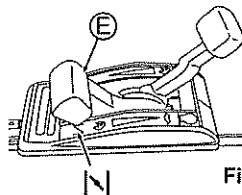

Fig. 10.
- 3 Placez la Manette des gaz (E) sur la position Obturation "N". (Voir Fig. 10.) (Vous pouvez démarrer le moteur en plaçant la manette sur "N" lorsque le moteur est chaud.)